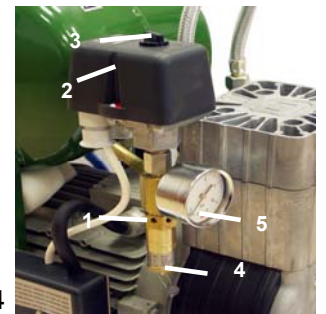
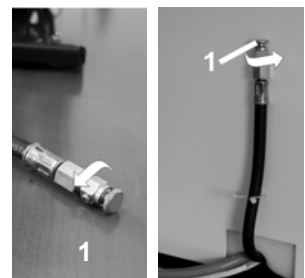

Рис.4
Рис.5
(Рис.4)
Компрессоры (Рис.5)
В том случае, если компрессор не будет применяться длительное время, рекомендуется слить конденсат из напорного резервуара и компрессор потом запустить в эксплуатацию примерно на 10 минут с открытым клапаном для слива конденсата (1) (рис.5). Потом выключить компрессор выключателем (3) на реле давления (2) рис.4, закрыть клапан для слива конденсата и отсоединить оборудование от электросети.
- Отсоединить оборудование от электросети. Выпустить давление воздуха в напорном резервуаре, открывая клапан для выпуска конденсата (1) (рис.5).